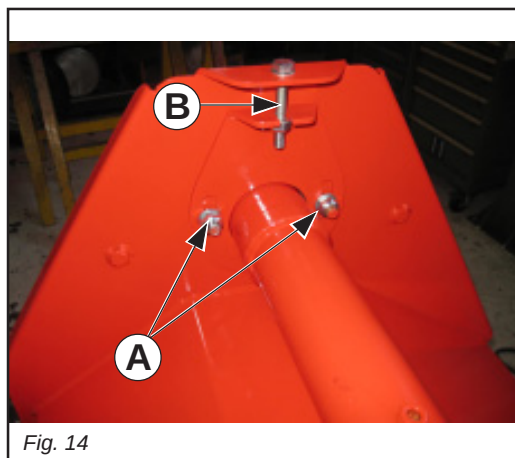
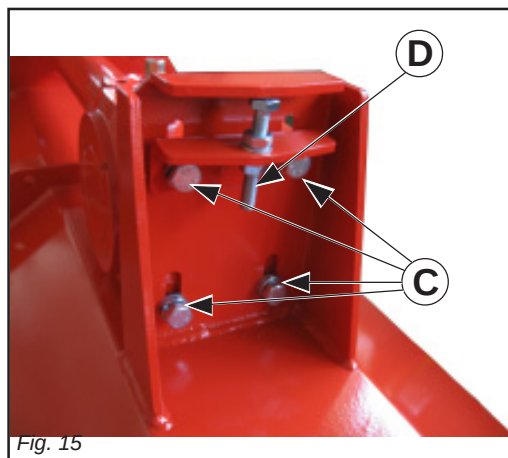
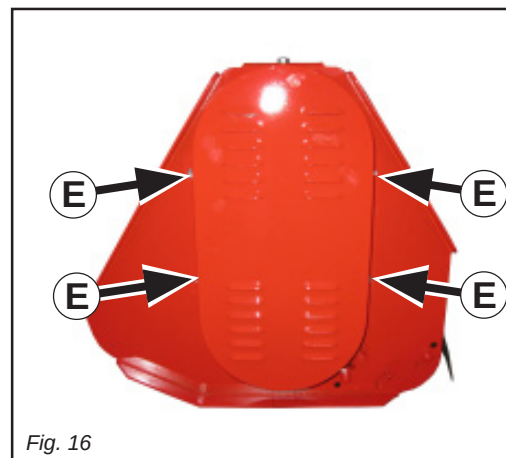
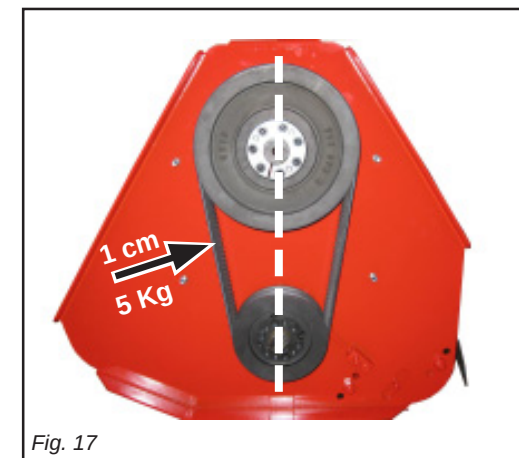

Fig. 14
Fig. 15
Fig. 16
Fig. 17
- Allentare le viti che fissano il tendicinghia (A Fig. 14).
- Allentare le viti che fissano il moltiplicatore al telaio (C Fig. 15).
- Agire sulla vite del tendicinghia (B Fig. 14) avvitandola in modo da tendere le cinghie, allungamento permesso 1 cm con una forza applicata di 5 Kg. (Fig. 17).
- Agire sulla vite (D Fig. 15), in modo da rendere la posizione del moltiplicatore orizzontale rispetto alla macchina.
- Bloccare le viti che fissano il tendicinghia (A Fig. 14) e moltiplicatore (C Fig. 15).
- *Loosen the screws that fix the belt-stretcher (A Fig. 14).*
- *Loosen the screws that fix the gearbox to the frame (C Fig. 15).*
- *Work on the beltstretcher screw (B Fig. 14) so that stretcher takes up any belt slack. Tolerated elongation is 1 cm with a 5 Kg force applied (Fig. 17).*
- *Work on the screws (D Fig. 15) so that the gearbox position will be horizontally directed to the machine.*
- *Tighten the nuts that fix the beltstretcher (A Fig. 14) and the gearbox (C Fig. 15).*
- Desserrer les vis de fixation du tendeur de courroie (A Fig. 14).
- Desserrer les vis de fixation de la boîte de vitesse (C Fig. 15).
- Agir sur la vis (B Fig. 14) de manière à ce que le tendeur puisse rattraper les allongements éventuels des courroies l'allongement admis est de 1 cm en appliquant une force de 5 kg (Fig. 17).
- Agir sur la vis (D Fig. 15) de manière à ce que le boîte de vitesse est parallèle au sol.
- Bloquer la vis de fixation du tendeur de courroie (A Fig. 14) et de la boîte de vitesse (D Fig. 15)
- Die Schraube anziehen, welche den Riemenspanner (A Abb. 14) befestigt.
- Die Schraube anziehen, welche die Wechselgetriebe (C Abb. 15) befestigt.
- Die Schraube (B Abb. 14) so verstellen, daß die Spannvorrichtung etwaige Riemenverlängerungen ausgleicht. Für eine angewendete Kraft von 5 kg ist eine Verlängerung von 1 cm zulässig (Abb. 17).
- Die Schraube (D Abb. 15) anziehen.
- Die Befestigungsmuttern des Schutzgehäuses lösen (A Abb. 14).
- Die Schrauben, die den Riemenspanner (A Abb. 14), und die Wechselgetriebe (C Fig. 15) befestigt wieder anziehen.
- Aflojar los tornillo que fijan el tensor correa (A Fig. 14).
- Aflojar los tornillo que fijan la caja cambio (C Fig. 15).
- Operar con el tornillo (B Fig. 14) en modo que el tensor recupere eventuales extensiones de las correas, extensión permitida de 1 cm con una fuerza aplicada de 5 Kg (Fig. 17).
- Operar con el tornillo (D Fig. 14) en modo que la caja cambio sea en posición paralela a la máquina.
- Bloquear los tornillos que fijan el tensor correa (A Fig. 14) y la caja cambio (C Fig. 15).
- Togliere i dadi che fissano il carter di protezione (E Fig. 16)
Premere sulla cinghia, nella zona centrale fra le due pulegge, con una forza di 5 Kg, la forza deve provocare una deformazione sulla singola cinghia di 1 cm (Fig. 17).
È consigliabile a tal proposito, munirsi di una riga metallica di lunghezza adeguata, e appoggiandola sui bordi delle due puleghe (vedere linea tratteggiata Fig. 17), la stessa deve toccare tutti e quattro i bordi delle pulegge stesse.
Press on the middle part of the belt between the two pulleys with a 5 Kg force. Each belt should give 1 cm (Fig. 17).